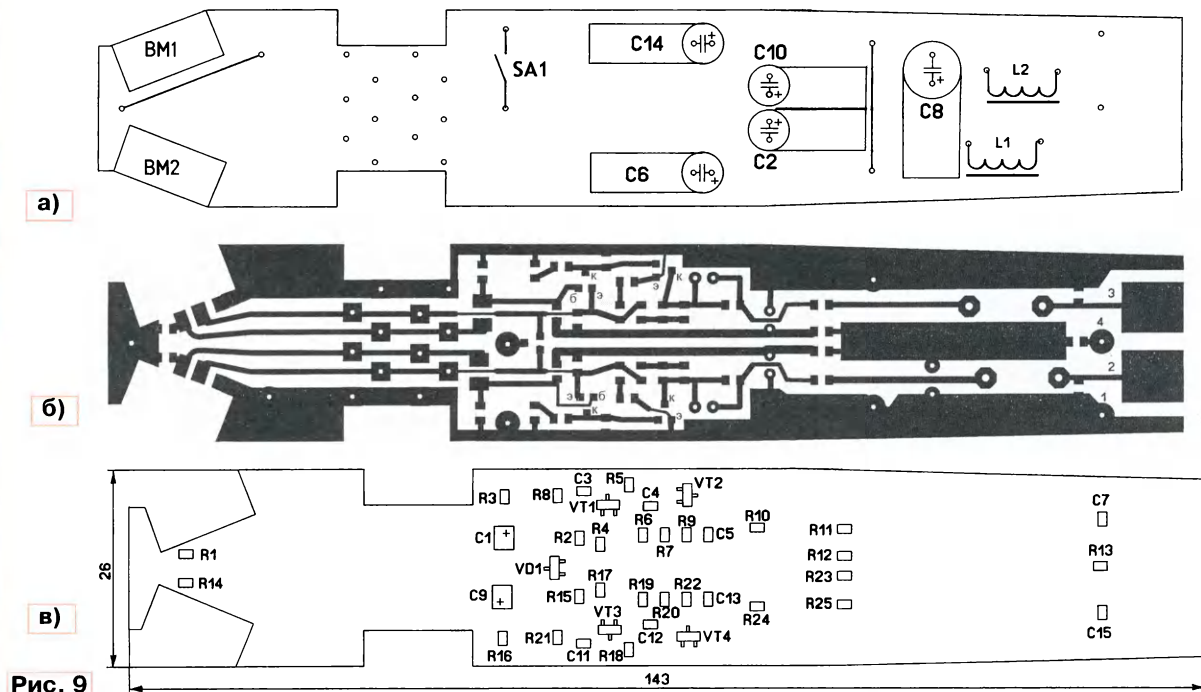

Рис. 9
**Конструкция и детали.** Стереомикрофон собран на печатной плате, изготовленной из односторонне фольгированного стеклотекстолита толщиной 1,5 мм размерами 143×26 мм. На рис. 9 показаны чертежи печатной платы стереомикрофона и расположение элементов монтажа на обеих её сторонах. Размеры печатной платы зависят от применяемого корпуса микрофона. Автор использовал дюралюминиевый корпус электродинамического микрофона китайского производства с разъёмом XLR.
Электретные капсулы устанавливаются в передние вырезы печатной платы перпендикулярно к ней в соответствии с цоколёвкой (см. рис. 1,б) и принципиальной схемой (см. рис. 4) и затем припаивают в трёх точках (см. рис. 7, рис. 9,б).